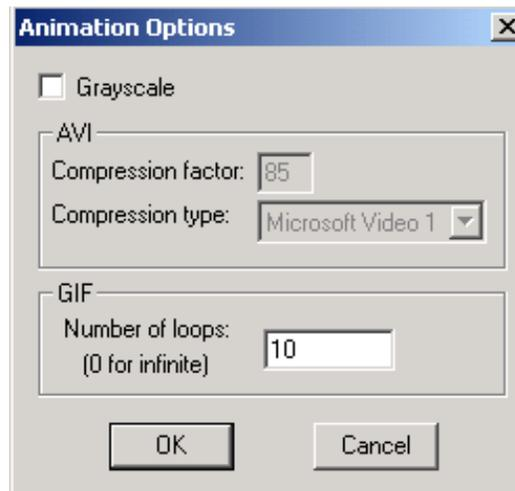

Рис. 8.35. Опции анимации
3. Выполните сохранения нового файла с расширением Animated GIF File (.gif) или AVI. Появляется диалоговое окно **Animation Options** (рис. 8.35).